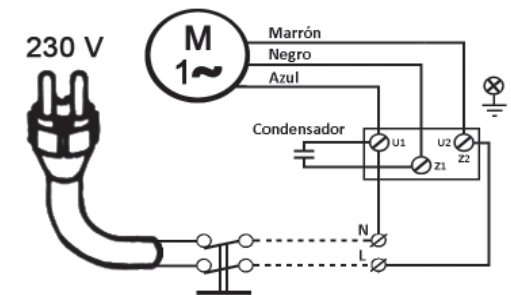

Figura 3: Conexión eléctrica
- Conecte la bomba a la red eléctrica teniendo en cuenta las especificaciones anteriores y el esquema eléctrico de conexión que se facilita a continuación (figura 3).